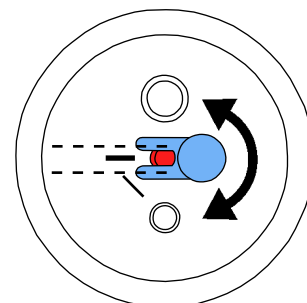

图 14
- 定量喷嘴必须用 25-70 μm 砂罐来调整（图 14）！